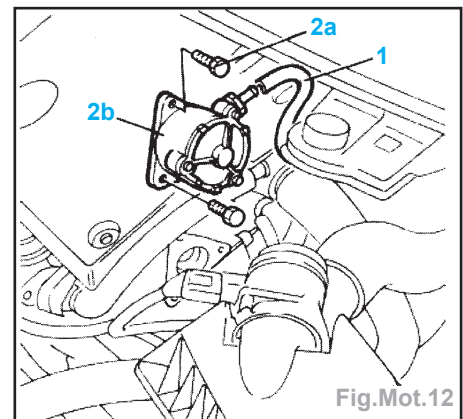

Fig.Mot.12
- la pompe à vide (2b) (Fig.Mot.12),